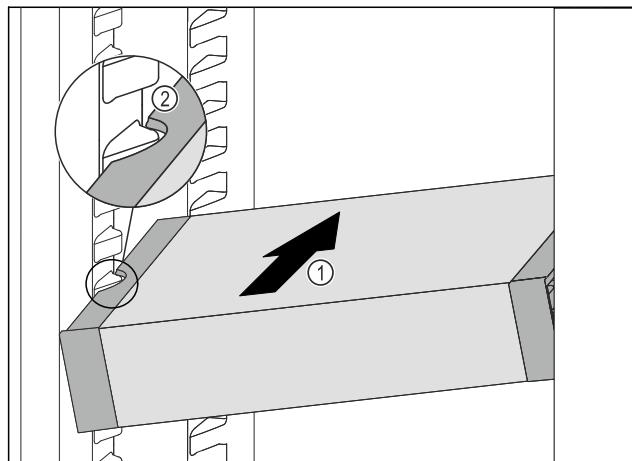

Fig. 133
- ▶ Вкарайте VarioSafe под ъгъл в хладилната част Fig. 133 (1), докато страничните прорези Fig. 133 (2) на VarioSafe се намират на височината на реброто на съда в хладилната част.